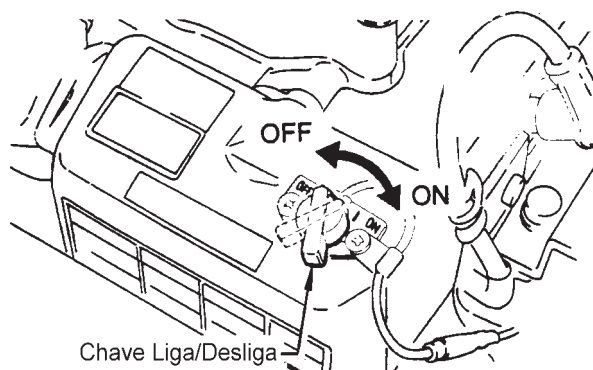
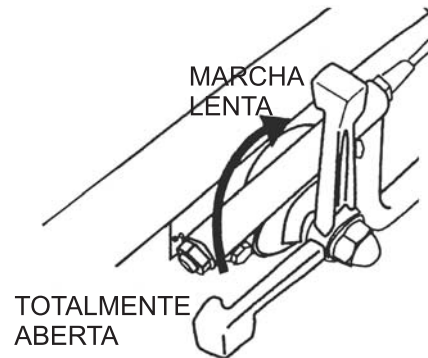

Figura 8. Chave Liga/Desliga
Figura 12. Alavanca do Acelerador (Marcha Lenta)
2. Ajuste a chave LIGA/DESLIGA do motor (Figura 8) para a posição **“ON”** (partida).
1. Desloque a alavanca do acelerador rapidamente da posição **FULL OPEN** para a posição **IDLE** (Figura 12) e deixe o motor operar durante três minutos à baixa velocidade. Depois que o motor **esfriar**, gire a chave partida/parada do motor para a posição **"STOP"** (PARADA) (Figura 8) até que o motor pare completamente.